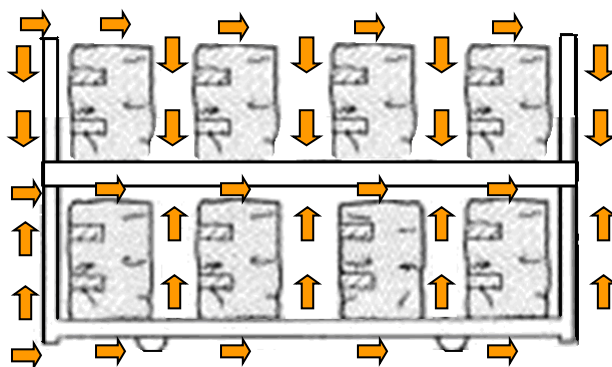

Figura 2
2. Asegúrese que haya suficiente espacio entre cada envoltura para que corra un mejor flujo de aire según se muestra en la Figura 2